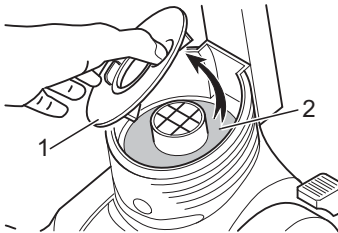

Abb. 24
3. Entnehmen Sie die Ausblasfilter-Abdeckung (Abb. 24/1), indem Sie diese um 10 Grad nach links drehen und hochheben.
4. Nehmen Sie den darunter liegenden Ausblasfilter heraus (Abb. 24/2).